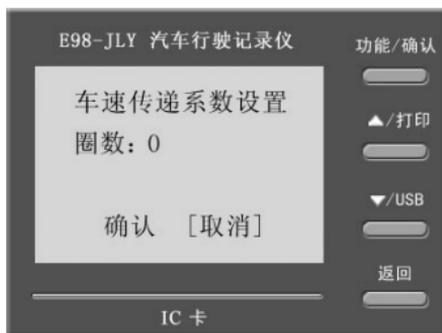

图 5
- 1) 按“▲”或“▼”键选择查看车速传递系数，即车辆行驶每公里里程时驱动速度传感器的转速(r/km)。（如图 5、6、7、8）